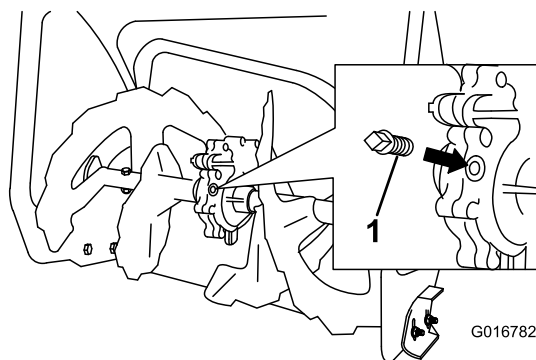

Figura 32
2. Limpie la zona alrededor del tapón (Figura 32).